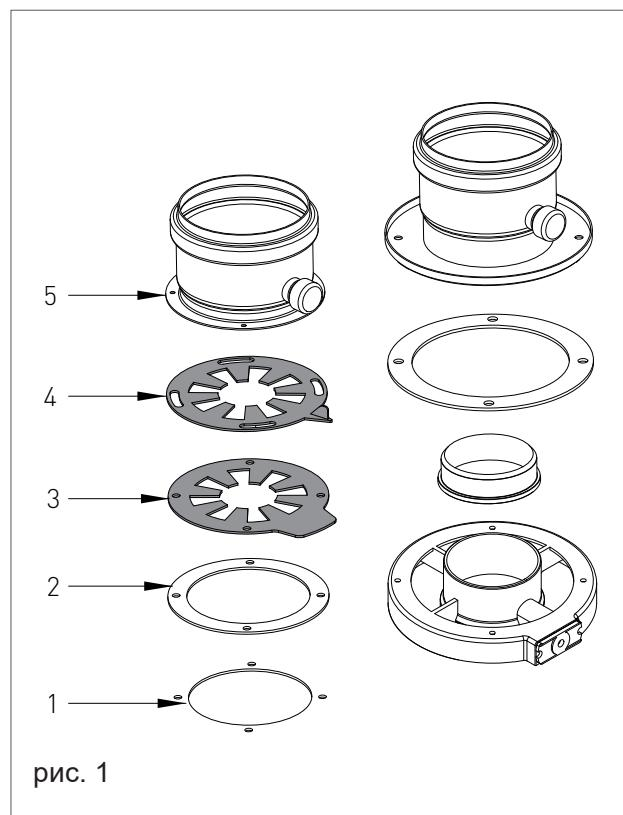

рис. 1
- › сначала вставьте нижнюю диафрагму с измерительной шкалой (3-рис. 1), а затем верхнюю диафрагму с контрольным указателем (4-рис. 1);
- › установите фланцевое соединение (5-рис. 1) или другой предусмотренный компонент в зависимости от применяемой коаксиальной системы;
Для монтажа регулируемых диафрагм на раздвоенной системе необходимо выполнить следующие действия (см. рис. 1):
- › очистите верхнюю поверхность герметичной камеры около отверстия для забора воздуха (1-рис. 1);
- › прикрепите плотно прилегающую прокладку из неопрена (2-рис. 1) к отверстию для забора воздуха, выравнивая положение надрезанных отверстий в прокладке соответственно отверстиям в воздухозаборнике.
- › установите фланцевое соединение (5-рис. 1) или другой предусмотренный компонент в зависимости от используемой раздвоенной системы дымоудаления;
- › ослабьте винт в штуцере замера выходного давления газов «B» (рис. 1) и установите манометр.
- › в противном случае снимите крышку «A» (рис. 1) и с помощью рожкового гаечного ключа на 10 вращайте гайку «C» (рис. 1) до тех пор, пока манометр не покажет правильное давление.
- › Снимите крышку «A» (рис. 1) с модулятора и убедитесь, что гайка «C» (рис. 1) затянута полностью.